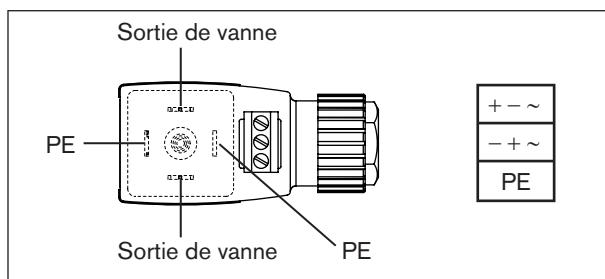

Fig. 1 : Affectation du raccordement 110 à 230 V
→ Raccordez la prise d'appareil selon l'affectation de raccordement selon la Fig. 1 ou 2.
- l'affectation de raccordement selon la Fig. 1 ou 2